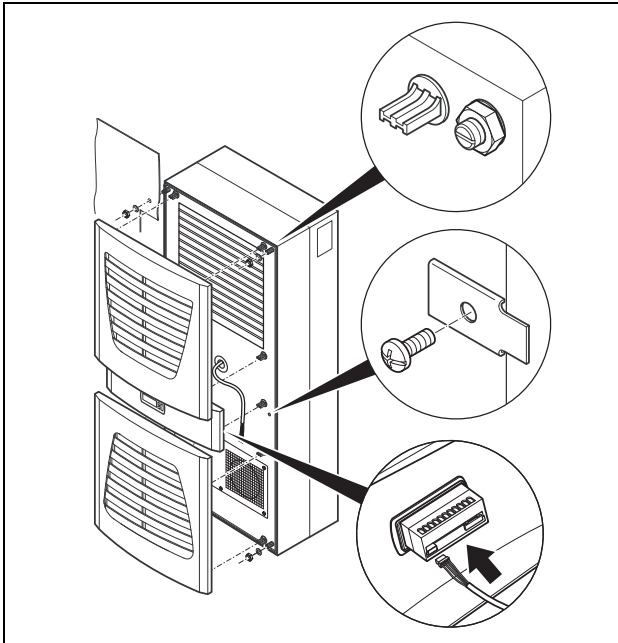

Abb. 18: Kühlgerät befestigen
- Befestigen Sie ggf. das Gerät zusätzlich mit den beiliegenden Befestigungsblechen wie in Abb. 18 gezeigt.